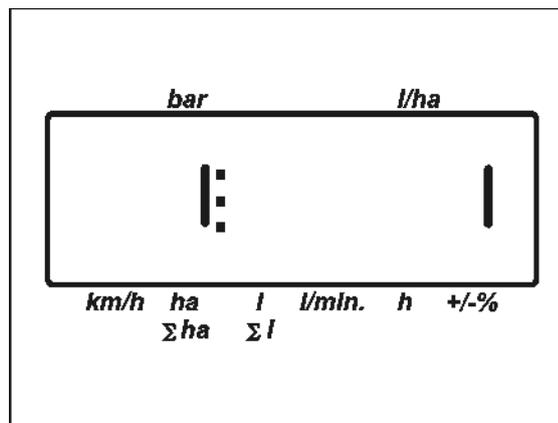
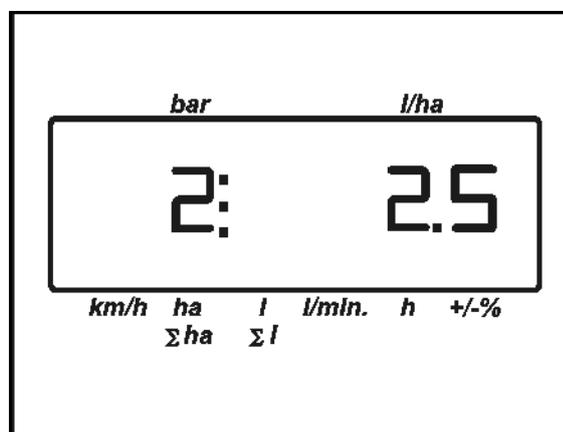

Рис. 6
Рис. 7
- Индикация  : Тип арматуры 0, 1 или 2 (Рис. 6).
- o 1 – арматура без функции поддержания постоянного давления (TG)
- Индикация  : Константа регулирования давления (Рис. 7).